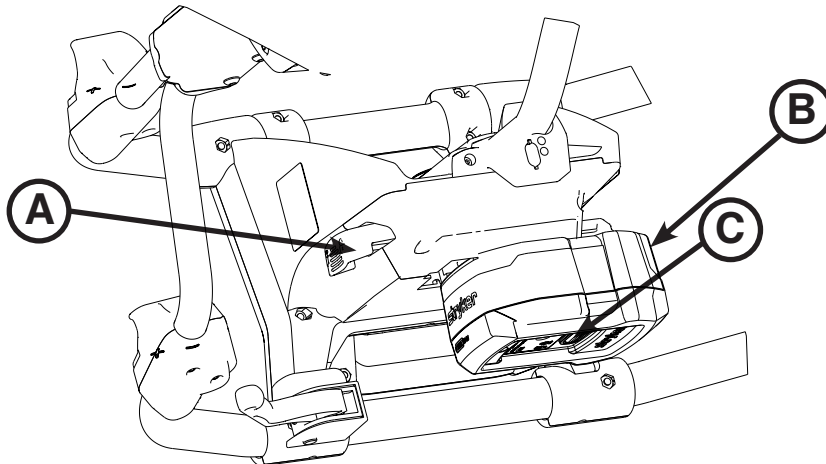

Figure 27 : Retrait et remplacement de la batterie SMRT™ Pak
1. Appuyer sur le bouton de libération manuelle rouge (C) ou appuyer sur le bouton de libération de la batterie (A) pour libérer la batterie SMRT™ Pak (B) de la civière, comme le montre la Figure 27.